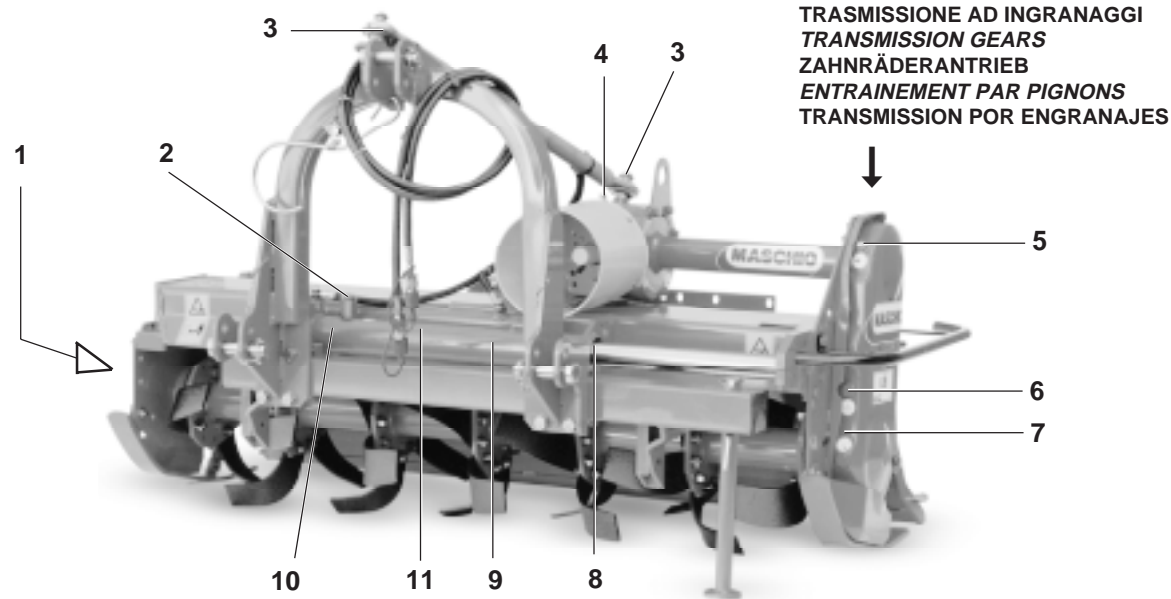

Fig. 21
- Die Gelenkpunkte des oberen verstellbaren Lenkers schmieren (3 Abb. 21).
- Die Rotorachszapfen (1 Abb. 21) schmieren.
- Die Gleitstange (9 Abb. 21) schmieren.
- Den Ölstand in der Getriebegruppe prüfen. Das Öl im Getriebegehäuse muß bis zur Markierung des Ölmeßstabes (4 Abb. 21) stehen.
- Den Ölstand im Seitenantrieb prüfen. Dazu den Ölstandsstopfen (6 Abb. 21) losschrauben und prüfen, ob Öl ausfließt. Ggf. durch den Öleinfüllstopfen (5 Abb. 21) soviel Öl nachfüllen, bis das Öl am Ölstandsstopfen ausläuft.
- Das Öl im Getriebe und im Seitenantrieb wechseln. Dazu die Ölablaßschraube unter dem Getriebegehäuse und den Stopfen des seitlichen Antriebs (7 Abb. 21) losdrehen und das Öl ausfließen lassen.
- Graissez les articulations du tirant de réglage (3 Fig. 21).
- Graissez les fusées du rotor (1 Fig. 21).
- Graissez la tige de coulissement (9 Fig. 21).
- Contrôlez le niveau de l'huile dans la boîte du réducteur. Si nécessaire, rajouter de l'huile jusqu'au cran sur la jauge (4 Fig. 21).
- Contrôlez le niveau de l'huile dans le carter latéral de la transmission en dévissant le bouchon de niveau (6 Fig. 21) et vérifiant si l'huile sort. Si nécessaire rajouter de l'huile par le bouchon (5 Fig. 21) jusqu'à ce qu'elle sorte par le bouchon de niveau.
- Vidangez entièrement l'huile du réducteur et du carter de transmission à travers le bouchon de vidange qui se trouve sous la boîte du réducteur et par le bouchon de vidange de la transmission (7 Fig. 21).
- Engrasar los puntos de articulación del tirante de regulación (3 Fig. 21).
- Engrasar los ejes del rotor (1 Fig. 21).
- Engrasar la varilla (9 Fig. 21).
- Controlar el nivel de aceite en el reductor, eventualmente rellenar hasta la muesca de nivel presente en la varilla (4 Fig. 21).
- Controlar el nivel de aceite en el cárter lateral de la transmisión, desenroscando el tapón de nivel (6 Fig. 21) y controlando que salga el aceite. Eventualmente agregar aceite a través del tapón de llenado (5 Fig. 21), hasta que veamos que sale por el tapón de nivel.
- Efectuar el cambio completo del aceite, tanto del reductor como también del cárter de transmisión, descargando completamente el aceite del tapón de descarga presente debajo de la caja del reductor y del tapón de descarga transmisión (7 Fig. 21).